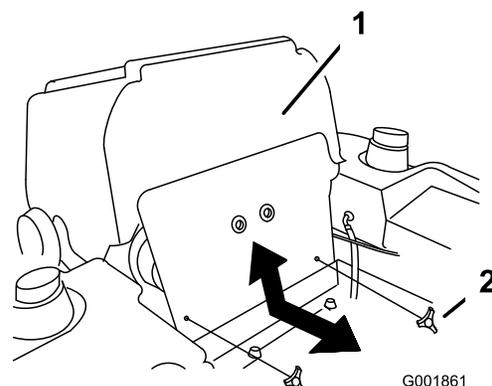

Figure 66
3. Basculez le siège en avant et déposez le panneau avant du moteur (Figure 66).
7. Posez le panneau avant du moteur (Figure 66).